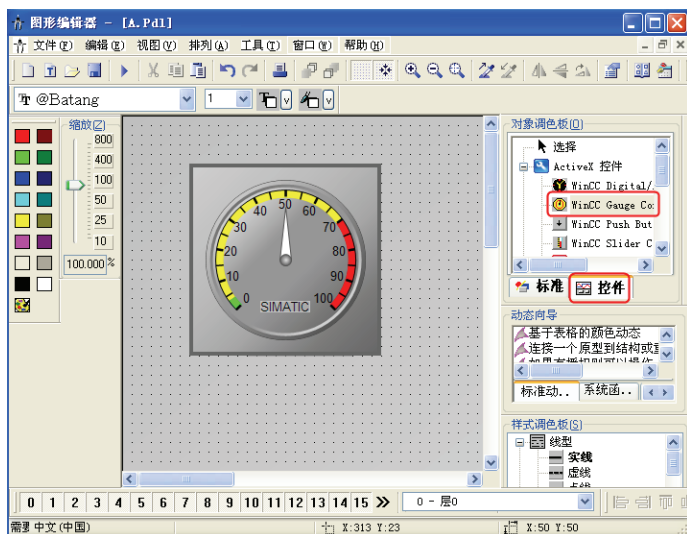

图 5-41 插入量表控件
1) 插入控件。选中“控件”选项卡，再双击“WinCC Gauge Control”（量表控件），控件自动插入画面中。或者选中“WinCC Gauge Control”（量表控件），按住鼠标左键，将控件拖入画面，如图 5-41 所示。